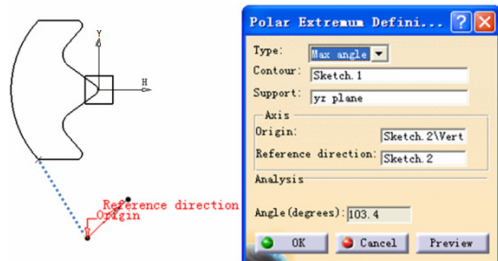

图 4-63
- Max angle: 选中该选项时, 将在轮廓 (Contour) 上创建和极坐标原点的连线与给定极坐标参考方向所成夹角最大的点, 如图 4-63 所示。